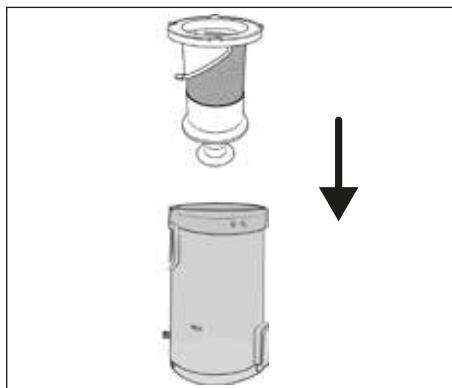

Abb. 21
- 6) Setzen Sie den EdelstahlfILTER **6** in den Staubbehälter **7** ein und drücken Sie ihn ganz nach unten (siehe Abb. 21). Achten Sie dabei auf die unterschiedlich großen Arretierungen am EdelstahlfILTER **6**. Der EdelstahlfILTER **6** kann durch diese Arretierungen nur in einer Position in den Staubbehälter **7** eingesetzt werden.